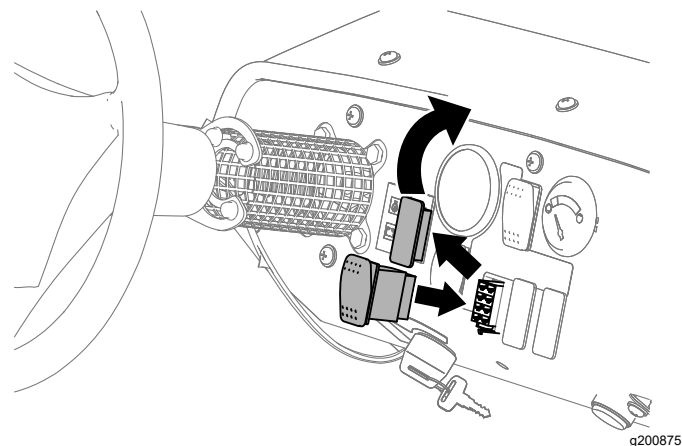

图 26
1. 拔掉机器仪表板内的插头图 26。
3. 将开关安装到仪表板上并按下开关直到其牢固卡入开口图 26。